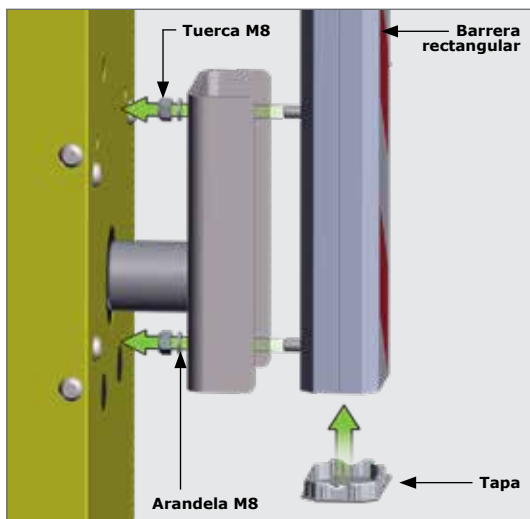

FIGURA 8
8. Fije la barrera rectangular como se muestra en la Figura 8 y vuelva a colocar la tapa del extremo.